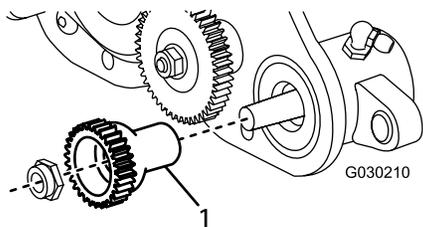

Figura 11
7. Aplique lubrificante na superfície do vedante da engrenagem da transmissão, como se mostra na Figura 11.